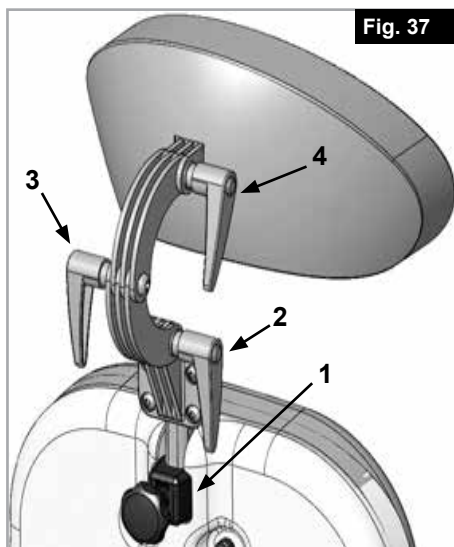

Fig. 37
U kunt de hoofdsteen verhogen (1) en naar voren en naar achteren bewegen, (2-3-4). Hiertoe draait u simpelweg de betreffende ontgrendelingshendels los, zet u de hoofdsteen in de gewenste positie, en draait u de hendels weer vast, (Fig. 37).